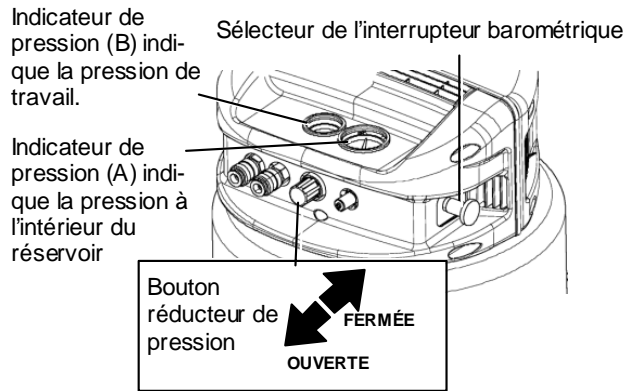

Fig.4
Déverrouiller le bouton du réducteur de pression en tirant dessus; régler la pression à la valeur désirée en tournant dans le sens des aiguilles d'une montre pour l'augmenter, ou dans le sens opposé pour l'adiminuer. Un indicateur de pression (B) permet de visualiser quand la valeur désirée est atteinte; pour verrouiller le bouton appuyer à fond dessus.(Voir Fig.4) Lorsqu'on vérifie la pression, bien s'assurer que le manomètre de pression du résevoir a un niveau de pression supérieur à celui de la pression à régler. De même, il faudra impérativement effectuer le réglage en démarrant la pression lentement à partir d'un niveau inférieur à la pression à régler.